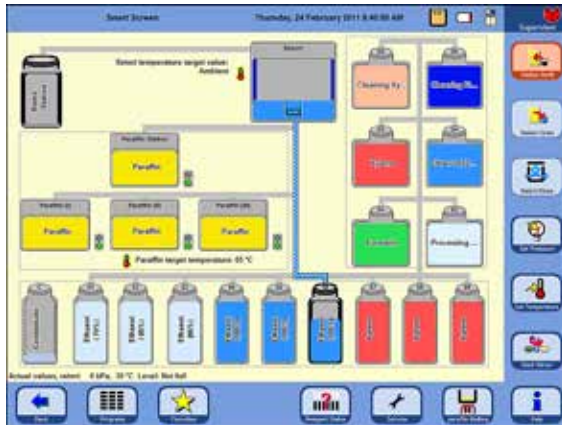

Fig. 171
- Todo o processo é exibido graficamente na tela, exibição de **(SMART FUNCTIONS)** (Fig. 171).